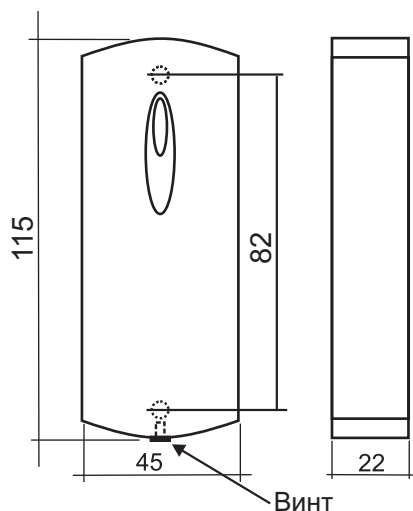

Рис. 1 Внешний вид и габаритные размеры считывателя.
- 1) Разместить и просверлить отверстия для крепления (см. Рис.1).